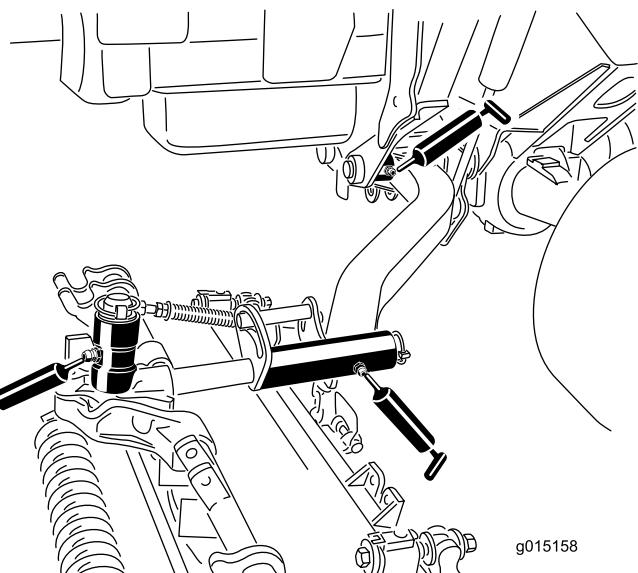

Bild 52
- Schneideeinheit-Trägerrahmen (2 pro Schneideeinheit) (Bild 52)
- Schneideeinheit-Hubarmgelenk (1 pro Schneideeinheit) (Bild 52)
- Hubarm-Drehbüchsen (1 pro Schneideeinheit) (Bild 52)